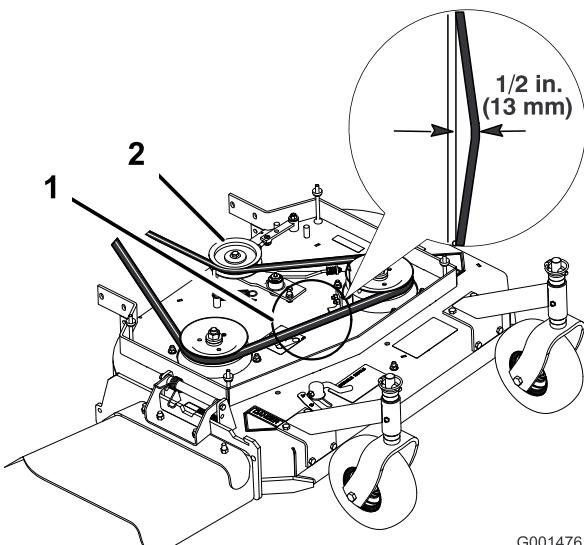

Figure 44
**Remarque:** La tension correcte de la courroie du tablier de coupe est de 44-67 N (10-15 lb-pi) avec une flèche de 13 mm (1/2") à mi-chemin entre les poulies (Figure 44 ou Figure 45).
3. Desserrez le contre-écrou sur le tendeur (Figure 44).
4. Tournez le tendeur vers l'arrière du tablier de coupe pour augmenter la tension sur la courroie. Tournez le tendeur vers l'avant du tablier de coupe pour réduire la tension sur la courroie (Figure 44).
**Remarque:** La tension correcte de la courroie du tablier de coupe est de 44-67 N (10-15 lb-pi) avec une flèche de 13 mm (1/2") à mi-chemin entre les poulies (Figure 44).